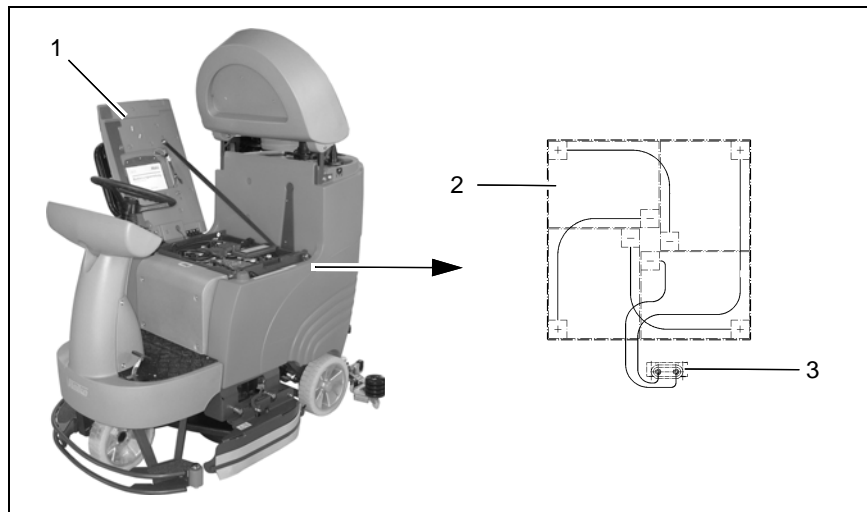

fig. 6
2. Ouvrir la console du siège (fig. 6/1).
4. Connecter les bornes de la batterie conformément au plan de raccordement (fig. 6/2) .
6. Contrôler le connecteur de batterie (fig. 6/3), voir passage 2.2.6.